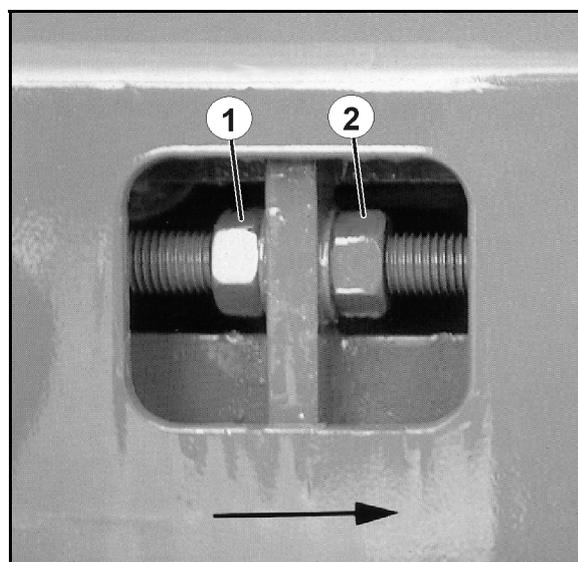

Fig. 110
1. in Fahrtrichtung gesehen (siehe Pfeil) beidseitig hintere Kontermuttern (Fig. 110/1), durch Linksdrehen lösen.
2. in Fahrtrichtung gesehen (siehe Pfeil) beidseitig Skt.-Muttern (Fig. 110/2) gleichmäßig nach links drehen.
Der Verstellweg der Mutter (Fig. 110/2) muss auf beiden Seiten des Bandbodens gleich groß sein. Beide Muttern (Fig. 110/2) nicht mehr als $\frac{1}{2}$ Schlüsselumdrehung verdrehen. Kontermuttern festziehen und prüfen, ob das Förderband wieder gleichmäßig angetrieben wird.